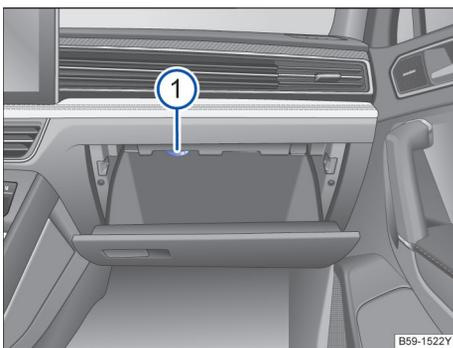

图 169 在仪表板内：副驾驶员侧的储物盒已打开
配备有出风口→图 169①的储物盒，当空调制冷设备打开时冷风可通过此出风口吹入储物盒内。可根据实际需求转动此出风口，调节出风口大小或关闭出风口。